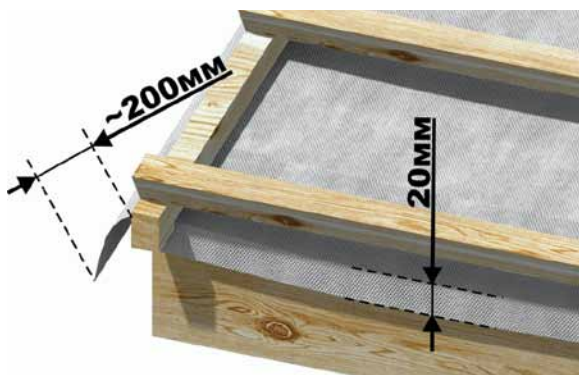

Рис. 9
■ **фронтоном**, то пленка должна свисать на 20 см с фронтоной стропильной конструкции для фиксации пленки после монтажа элементов фронтона (рис. 9).